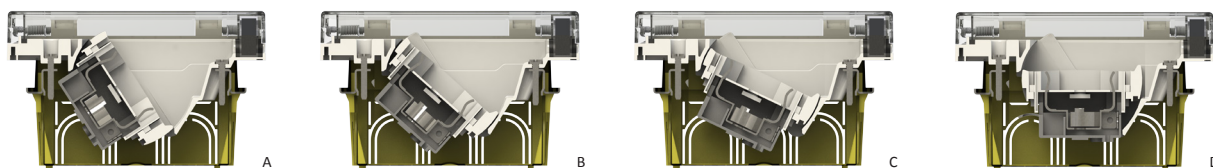

fig. 4
- Muovere il supporto basculante assicurandosi del suo completo movimento (fig. 4-A,B,C,D).
- Move the tilting support to ensure its complete movement (fig. 4-A,B,C,D).